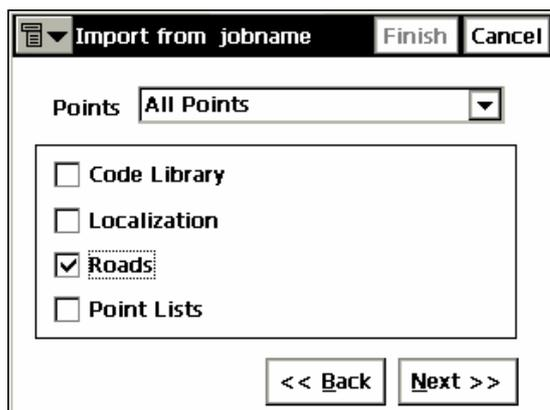

Рисунок 5-2. Импорт
3. В окне **Import from <Job>** (*Из <Проект>*) выберите, следует ли импортировать точки и, при необходимости, отсортируйте импортируемые точки по типу; по дальности и коду; или по типу, дальности и коду (рис. 5-2 на стр. 5-2).